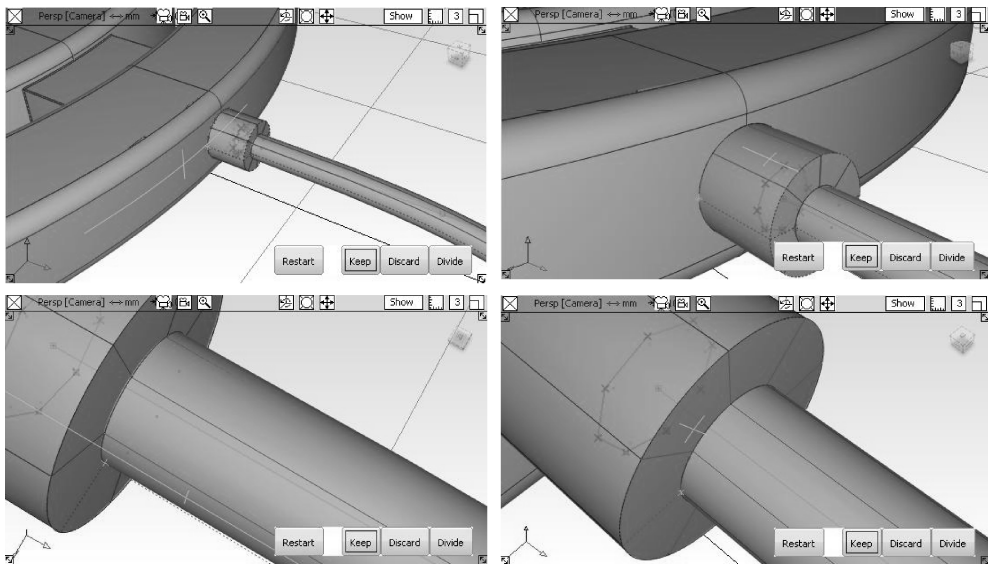

图 5-79 剪切曲面
- 24 选择【Trim】工具 ，剪切刚刚相交的各个曲面，如图 5-79 所示。